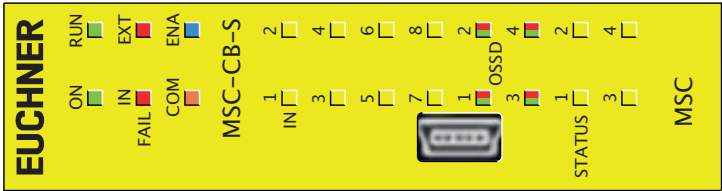

Bild 32:
8.4.2. Basismodul MSC-CB-S (Bild 32)